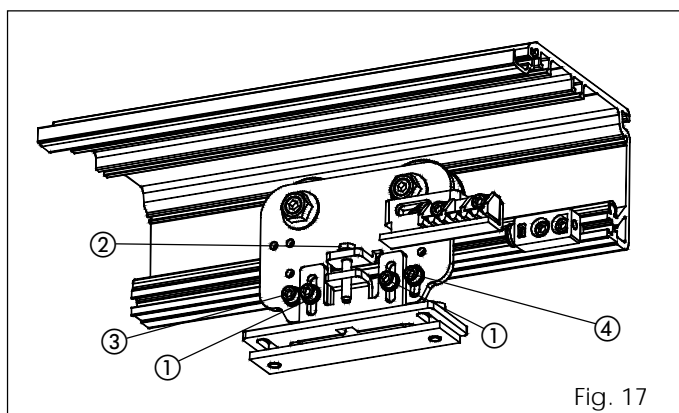

Fig. 17
- Desserrer les deux vis à tête hexagonale (fig. 17 réf. ③ et ④).
- Faire coulisser la vis de la fig. 17 réf. ④ à l'intérieur de la rainure, en faisant en sorte que la roue de contre-poussée, durant le mouvement du chariot, coulisse sur le profilé sans se bloquer.